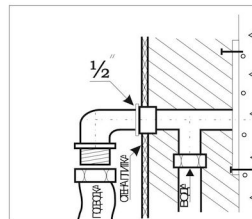

Рис.1.
- ✓ Устанавливается угольник с бортиками (если коллектор в техническом шкафу имеет собственные вентили) Рис.1.